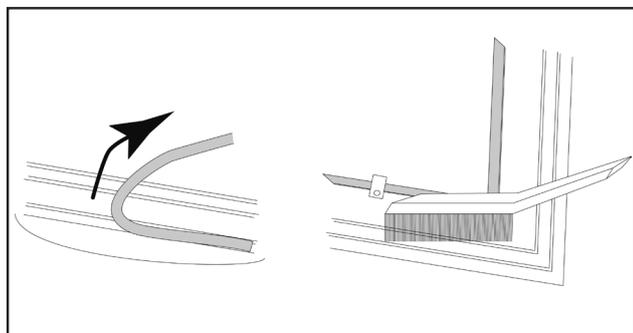

図3.2 ガスケットを取り除き、ワイヤブラシで溝をきれいにする。
1. 現在付いているガスケットを片方の端を、力を入れて引っ張ります。（図3.2）
2. ワイヤブラシやドライバー等の先端部分で、溝に残っているセメントやガスケットのくずを掻き出します。必要に応じてセメントの頑固な堆積物を取り除きます。（図3.2）